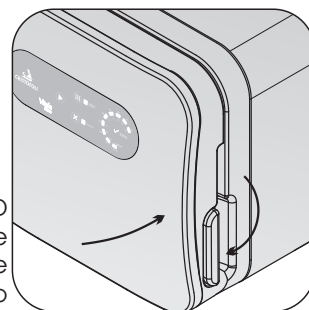

Fig. 8
- d► Feche a porta da autoclave pressionando-a contra a câmara (vaso de pressão) e movendo o fecho totalmente para baixo até o final do curso (Figs. 8 e 9).